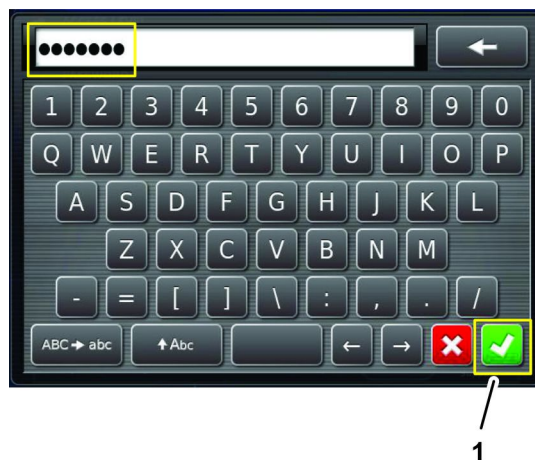

Рисунок 211
6. С помощью клавиатуры на экране наберите пароль, полученный при выполнении пункта 1, и нажмите на значок подтверждения (Рисунок 211).